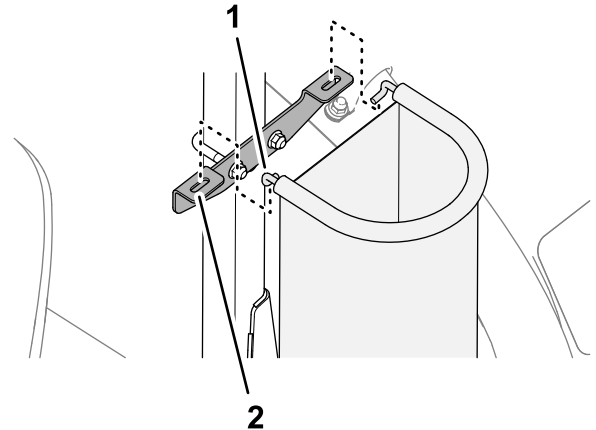

Figura 28
5. Inserte los ganchos de la varilla del aro en las ranuras del soporte de montaje (Figura 28).